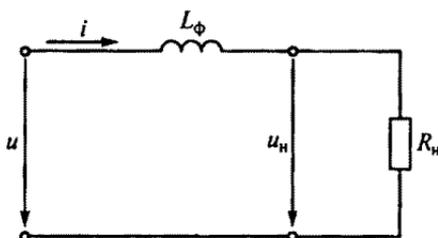

Рис. 117
3.82. В цепи на рис. 117 для уменьшения пульсаций напряжения на нагрузке R_n , подключенной к однополупериодному выпрямителю, использован индуктивный фильтр. К цепи приложено выпрямленное напряжение $u = 70 + 60 \sin \omega t$, $R_n = 100$ Ом, $L_\phi = 0,8$ Гн (активным сопротивлением катушки можно пренебречь). Каковы при этом коэффициенты пульсаций приложенного напряжения, напряжения на нагрузке и коэффициент сглаживания фильтра? (Указать неправильный ответ.)